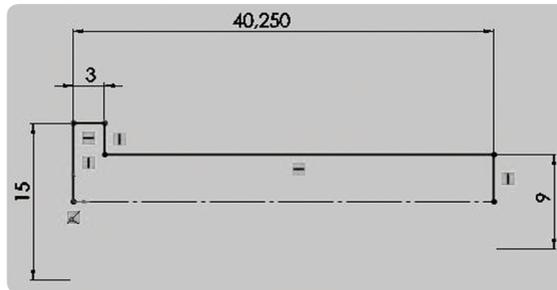

Figura 9.2 – Esboço do Parafuso do aerofólio
1.3 Com as ferramentas linha e linha de centro, desenhe um esboço conforme a Figura 9.2.